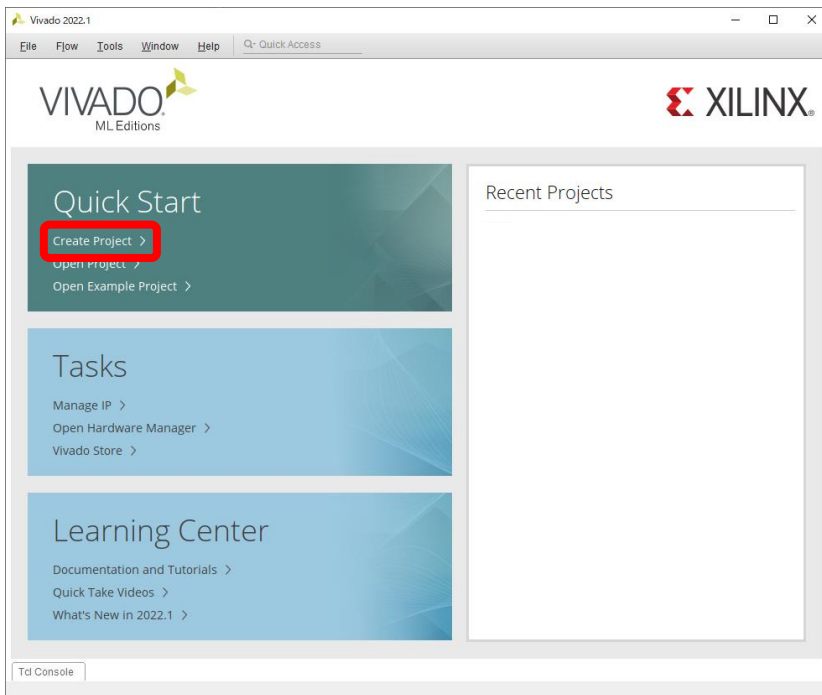

図 11.2 プロジェクトの作成および論理合成の手順 1
1) Vivado を開き「Create Project」を選択する (図 11.2)。